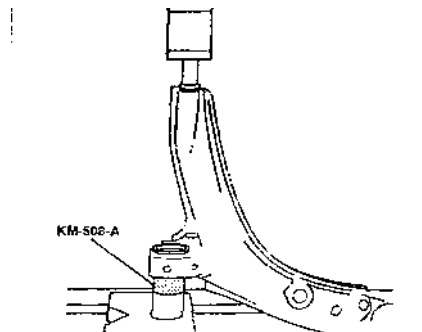

Рис. 5.14.
- смазав многоцелевой смазкой ось заднего шарнира рычага, напрессовать на нее новую втулку. Втулка должна быть повернута плоской стороной вверх. При этом необходимо использовать для поддержки рычага приспособление (например, съемно-монтажное КМ-508-А) (рис. 5.14);